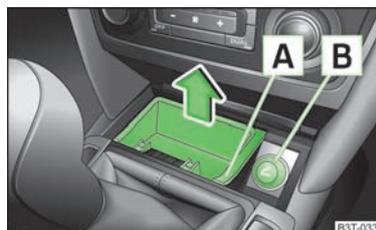
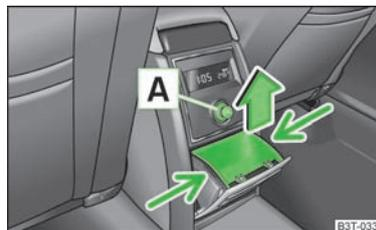

Fig. 85 Consola central: cinzeiro dianteiro
Fig. 86 Consola central: cinzeiro traseiro
- Segure o encaixe do cinzeiro pela zona **A** » Fig. 85 e retire-o no sentido da seta.
- Segure o encaixe pela zona assinalada com setas » Fig. 86 e retire-o.
- Pressione o botão do isqueiro [A] » Fig. 86 ou [B] » Fig. 85.
Na consola central dianteira - [B] » Fig. 85.
Na consola central traseira - [A] » Fig. 86.